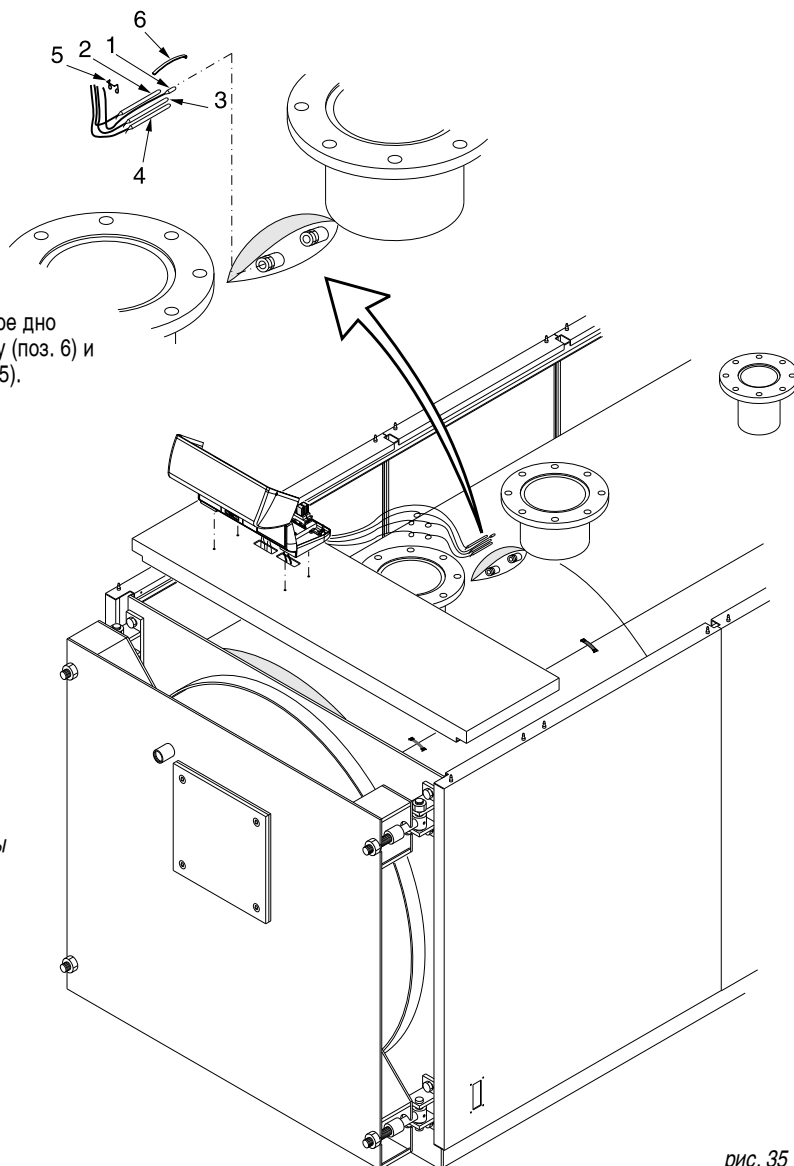

рис. 35
- E) Вставить датчики приборов в манжеты, как показано на рис. 35 и подключить пульт управления к электропитанию, к горелке, насосам, и т.д. Закрывать крышку панели управления. Провести
Произведите установку датчиков в погружную гильзу, расположенную в верхней части котла (см. рис. 35) в следующей последовательности: датчик температуры (поз. 1), термостат рабочей температуры (поз. 2), предохранительный термостат (поз. 3), термостат минимальной температуры (поз. 4). Для улучшения контакта с котлом, рекомендуется опустить датчики на самое дно погружной гильзы. Далее установите дугообразную пружину (поз. 6) и зафиксируйте провода датчиков при помощи пружины (поз. 5).